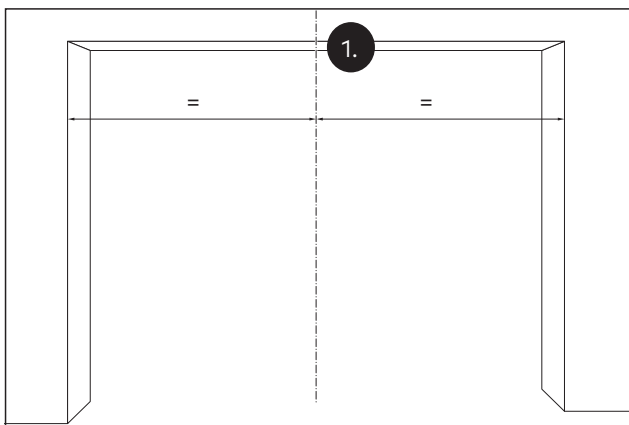

Abb. 13 Die Mitte des Durchgangs anzeichnen
1. Die Mitte des Durchgangs auf der Wand anzeichnen (Abb. 13).